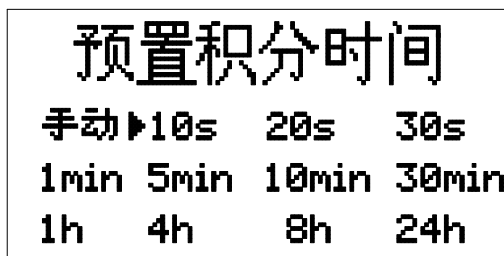

图 13 显示器的预置时间界面
- f) 将模式选择开关置于“积分”，声级计即进入预置积分时间的界面，见图 13。快速按动功能
按钮，选择所要求的测量持续时间，标志“▶”右方所指向的即为所选定的积分时间，如在图 13 中，选择的积分时间为 10 s。